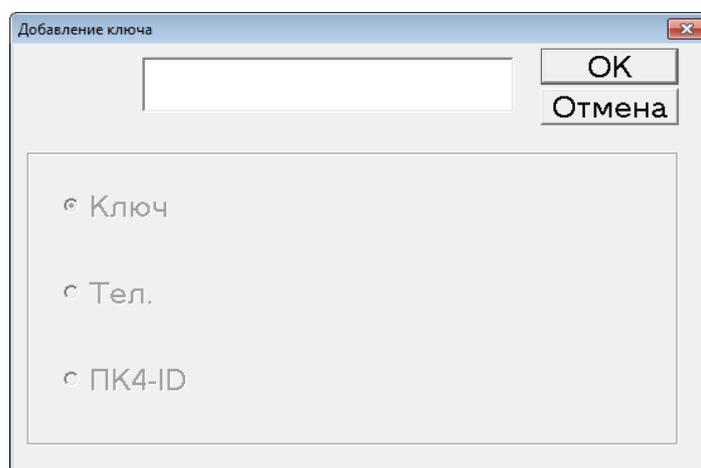

Рисунок 3.16: Окно «Добавление ключа»
3. В открывшемся окне **Добавление ключа** (рисунок 3.16) введите ключ и нажмите **ОК**.